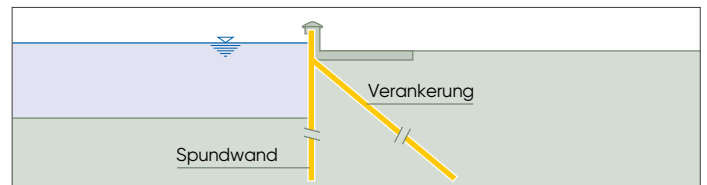

Abb. 5: Hochwasserschutzwand
- Als **Hochwasserschutzwand** kann eine Stahlspundwand einen Deich vollständig und vollwertig ersetzen. Diese Variante ist besonders interessant in Häfen oder an Stellen mit beengten Platzverhältnissen. Aber auch zum Schutz von vereinzelt Gebäuden oder Anlagen kann auf diese Variante zurückgegriffen werden. Außerdem kann eine aus Stahlspundbohlen ausgeführte Hochwasserschutzwand problemlos an einen Erddeich angeschlossen werden. (Abb. 5)